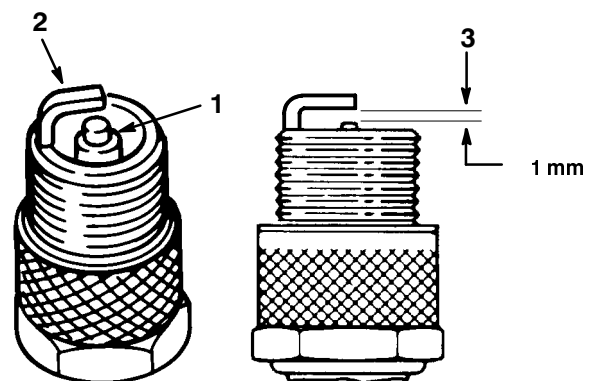

Bild 22
1. Sehen Sie sich die Mitte der Zündkerze(n) an (Bild 22). Wenn der Kerzenstein hellbraun oder grau ist, ist der Motor richtig eingestellt. Eine schwarze Schicht am Kerzenstein weist normalerweise auf einen schmutzigen Luftfilter hin.
2. Prüfen Sie den Abstand zwischen den mittleren und seitlichen Elektroden (Bild 22). Verbiegen Sie die seitliche Elektrode (Bild 22), wenn der Abstand nicht stimmt.